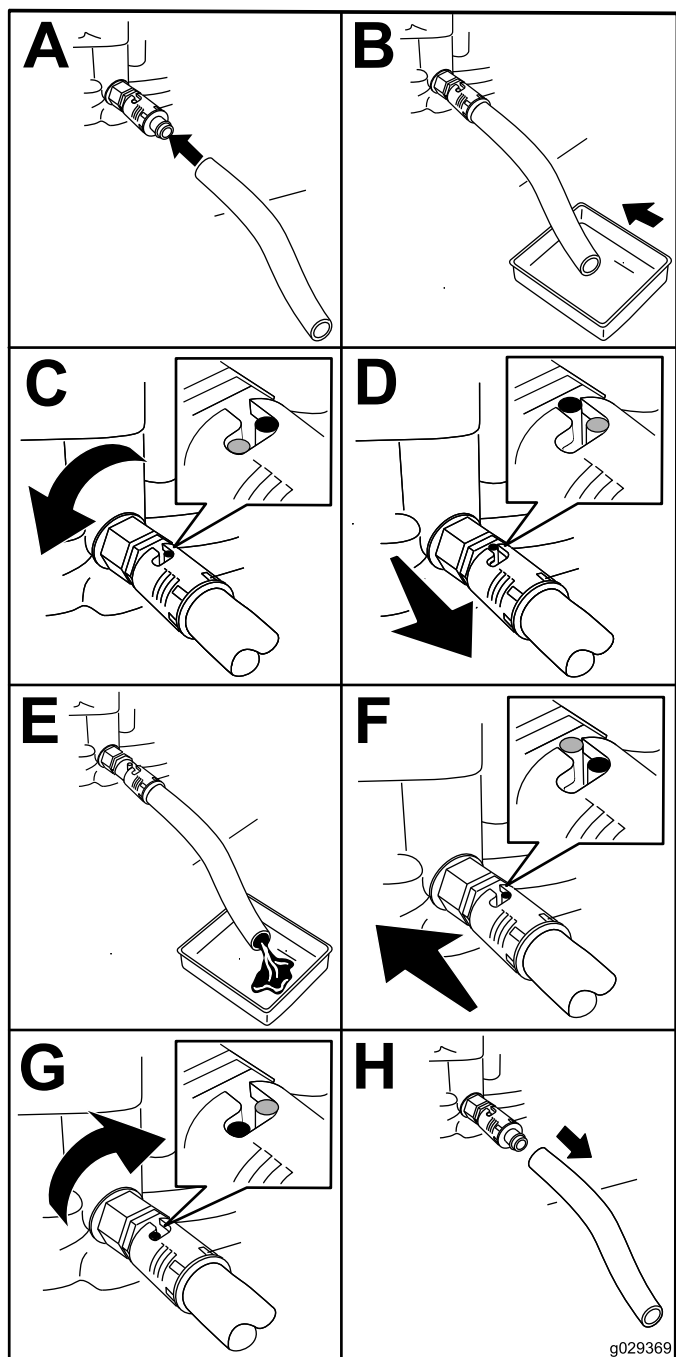

Bild 42
4. Lassen Sie das Öl vom Motor ab (Bild 42).